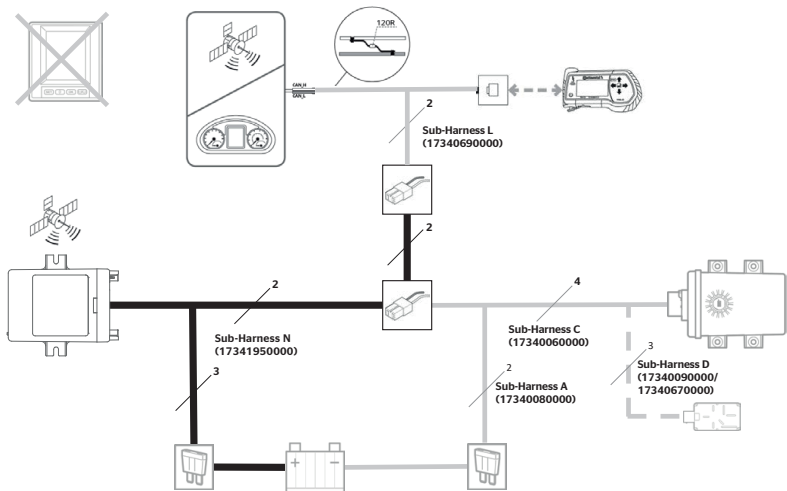

Fig. 2: Versione B:
- ◆ Collegare i gruppi di cavi N ed L come mostrato in **“Fig. 2: Versione B:”**